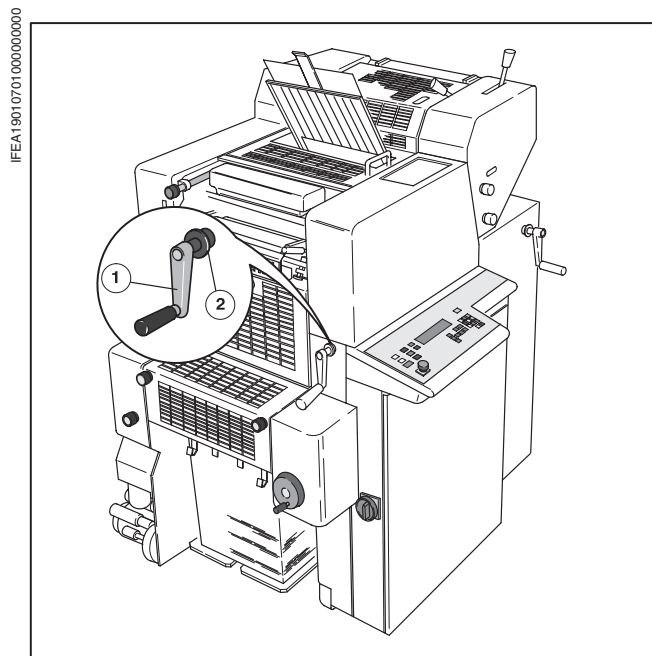

Рис. 1 Стапель на приемке: вверх/вниз
Стапель на приемке перемещается вверх/вниз **кривошипной рукояткой** (Рис. 1/①); скорость устанавливается перемещением **буксы** (Рис. 1/②).
Кривошипная рукоятка (Рис. 1/①)	Перемещение стапеля
Букса (Рис. 1/②)	Транспортировка стапеля
- ① Вдавить рукоятку.
- ② Пустой стапельный стол (Рис. 1/①) поднять с помощью кривошипной рукоятки до упора под сталкиватель листов.
- ③ Кривошипная рукоятка под давлением пружины снова выдвигается.